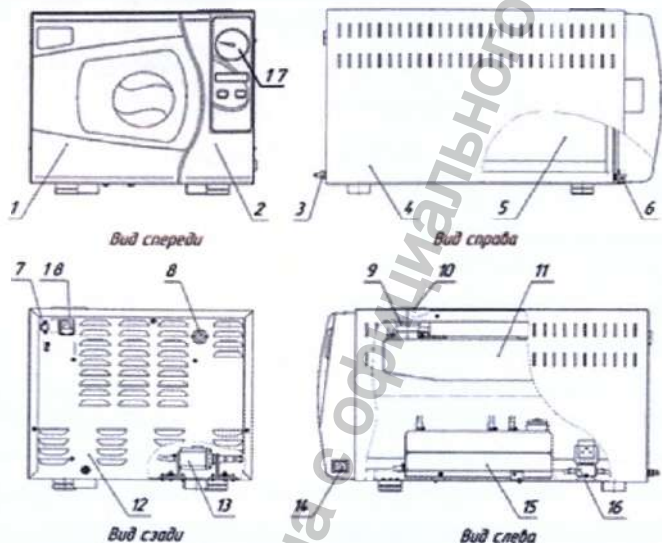
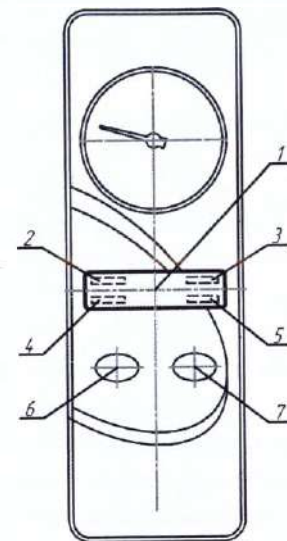

Рисунок 1 - Внешний вид стерилизатора парового ГКа-25-ПЗ в варианте исполнения КИУС.942711.004-07.
Рисунок 3 - Панель управления:
1.5.1 Основными сборочными единицами стерилизатора являются (см. рисунок 1): стерилизационная камера 5, блок управления 2, бачок для воды 11, бачок конденсатный 15.
Обозначение программы и количество проведенных циклов стерилизации отображается соответственно в левом и в правом углах верхней строки дисплея, в тот момент, когда не запущен режим стерилизации (см. рисунок 3).
2.2.6 Подключить стерилизатор к сети. Перед подключением стерилизатора к питающей сети убедиться в том, что напряжение сети питания соответствует указанному в руководстве по эксплуатации и розетка питания имеет заземляющий контакт. Включить сетевой выключатель (поз.14 рисунок 1).
2.2.7 Вручную заполнить бачок для дистиллированной воды. Открыть пробку (поз. 10 рисунок 1) и через горловину (поз. 9 рисунок 1) залить в бачок для воды дистиллированную воду до окончания прерывистого звукового сигнала и (или) пропадания индикации отсутствия воды.
2.3.1 Включите сетевой выключатель (поз.14 рисунок 1), при этом загорится подсветка дисплея и индицируется основное меню (см. рисунок 3).
При необходимости долейте воды в бачок согласно 2.2.7. Стерилизатор готов к работе. Для запуска программы из основного меню (см. рисунок 3) нажмите кнопку ввода 7. При этом запускается последняя выбранная программа стерилизации (в данном случае – установленная заводом-изготовителем программа 1). При отработке программы на дисплее последовательно индицируются этапы программы стерилизации: "НАГРЕВ", "ВЫХОД В РЕЖИМ", "ЭКСПОЗИЦИЯ", "СБРОС ПАРА", "ВЫРАВНИВАНИЕ", "ЦИКЛ ЗАВЕРШЕН".